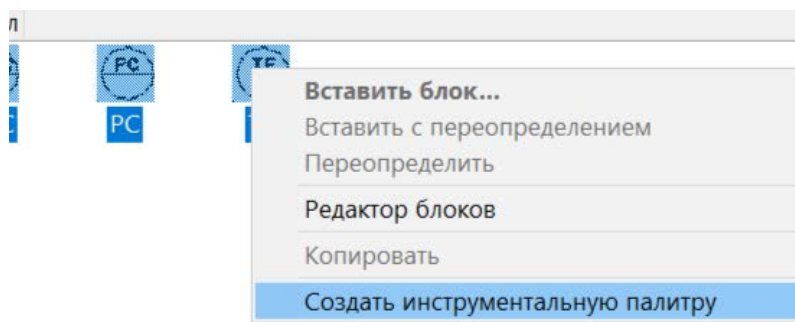

Рис. 138. Создать инструментальную палитру
6. После выбора всех необходимых блоков следует щелкнуть по одному (любому) из них ПКМ, и в появившемся меню выбрать Создать инструментальную палитру (рис. 138).